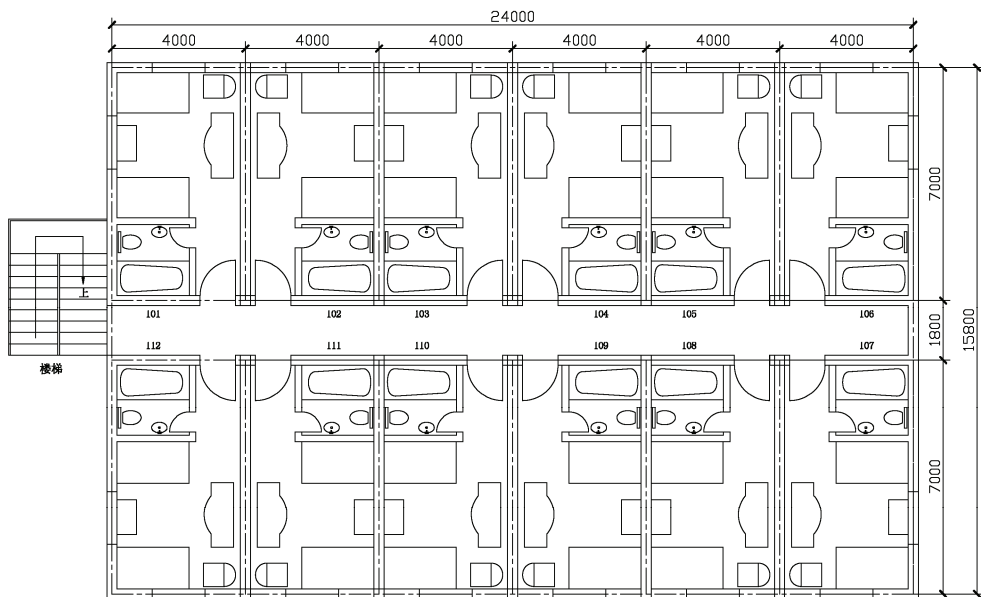

图 T8-1 建筑图例
绘制图 T8-1 所示的建筑图。
根据图 T8-1 进行轴线的定位, 在轴线层上绘制轴线, 采用 1:100 的比例绘制, 即轴线间距离为 40。
创建好设备图块后, 按照图 T8-1 所示, 在对应位置插入浴缸、门、窗、洗脸池、马桶。插入时注意插入比例和旋转方向。
按照图 T8-1 所示, 在房间中绘制好其它一些附件, 完成 101 房间的绘制。对于其它房间, 可以通过镜像命令来快速产生。镜像复制后, 补画部分立柱投影线, 并注意中间房间无侧面窗子。
在左侧墙外绘制楼梯, 扶手采用多线绘制, 台阶采用矩形阵列复制的方式来绘制, 然后通过指引线绘制一箭头指明上楼方向。尺寸按照近似比例确定, 如图 T8-1 所示。
1. 使用设计中心管理块、层及其它信息，重新绘制图 T8-1。